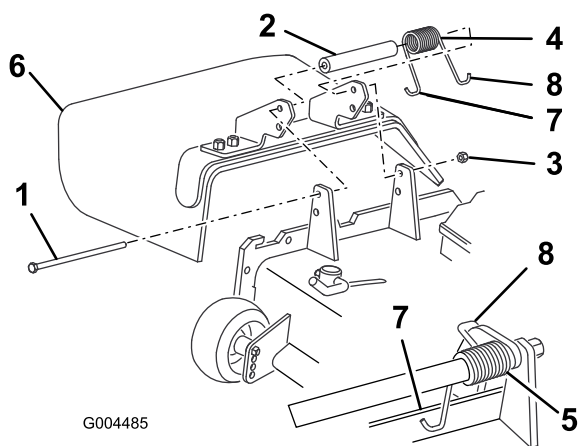

Bild 25
2. Entfernen Sie die Sicherungsmutter, Schraube, Feder und das Distanzstück, mit denen das Ablenkblech an den Drehhalterungen befestigt ist (Bild 25). Entfernen Sie defekte oder abgenutzte Ablenkbleche.
- Legen Sie das Distanzstück und die Feder zwischen die Halterungen des Ersatzablenkbleches (Bild 25). Setzen Sie das linke J-Hakenende der Feder hinter die Kante des Mähwerks.
Hinweis: Stellen Sie sicher, dass sich das linke J-Hakenende der Feder hinter der Mähwerkkante befindet, bevor Sie die Schraube einführen, siehe Bild 25.
- Setzen Sie die Schraube und Mutter ein. Führen Sie das rechte J-Hakenende der Feder um das Ablenkblech (Bild 25).